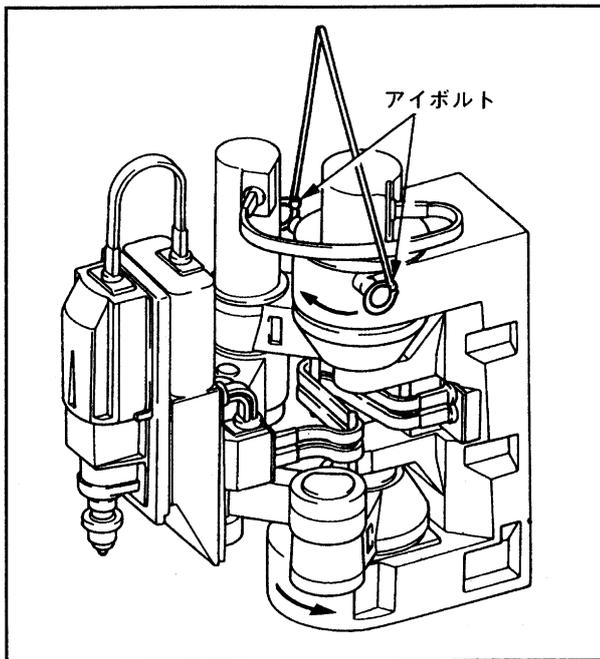

図5-55 ワイヤのかけ方
- ①モーターケーブルおよびエンコーダケーブル、エア配管はロボット本体からはずしてください。
- ②コラム（基本部）の2本のアームを各々反対向き図5-55の矢印の向き）にいっぱい押し回してください。
- ③ワイヤを使用し、図5-55に示すアイボルト2ヶ所に通し固定してください。